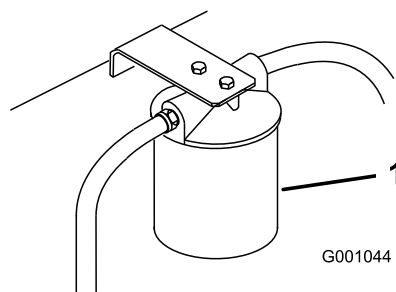

Figura 73
3. Collocate una bacinella di spurgo sotto il filtro, togliete il filtro usato e pulite la guarnizione di riduzione del filtro (Figura 73).